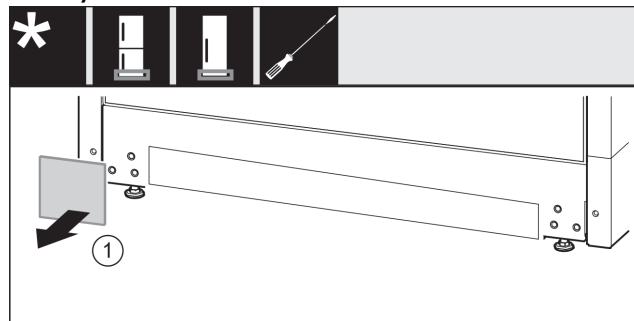

Fig. 24
- ▶ Odoberte kryt. Fig. 24 (1)